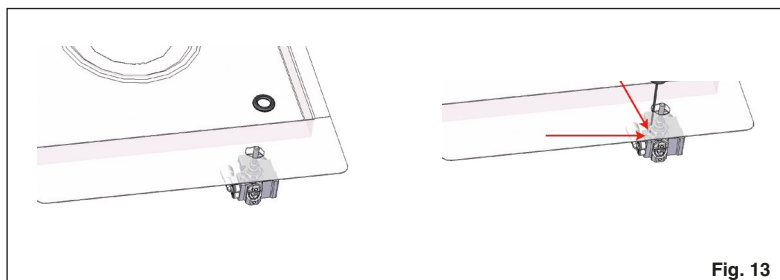

Fig. 13
- alla sostituzione dell'iniettore (Fig. 13) con i corrispondenti al tipo di gas da utilizzare (vedi tabella "Caratteristiche utilizzatori");